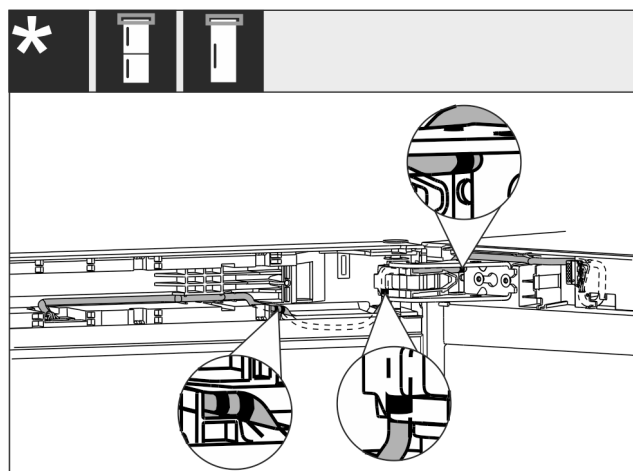

Fig. 60
- Pokládka kabelu je zobrazena na obrázku Fig. 60 ().